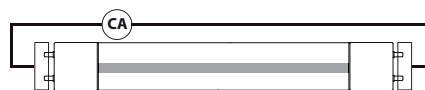

Figure 1. - Connexion à deux extrémités
6. Les lampes MaxLite LED T8 sont uniquement conçues pour des connexions à deux extrémités (**Figure 1**).